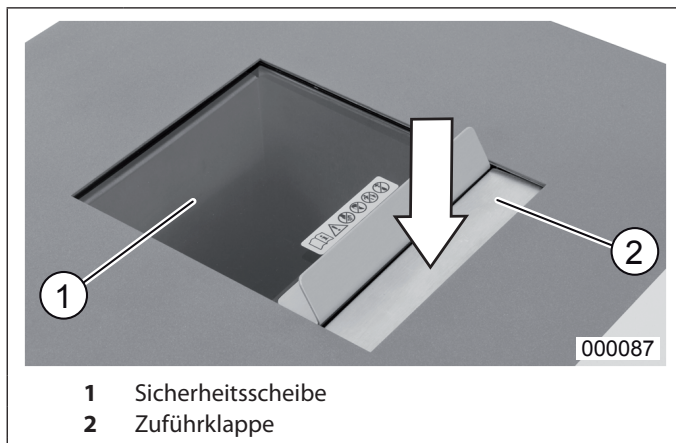

Abb. 2 Einführschacht intimus FlashEx
Leuchtet auf, wenn die Tür des Unterschranks oder die Sicherheitsscheibe (Abb. 2/1) geöffnet ist.
- ① = **Sicherheitsscheibe (Abb. 2/1)**
- ② = **Zuführklappe (Abb. 2/2)**
1. Sicherheitsscheibe (Abb. 2/1) öffnen.